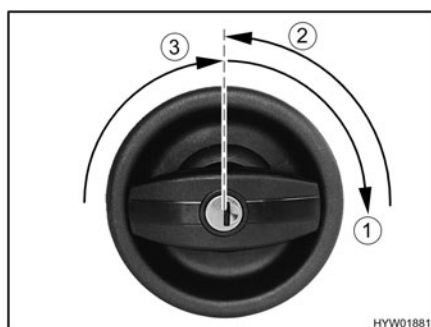

Fig. 20 Serrure de la porte cellule, à l'extérieur, ouvrir
- Insérer la clé dans le barillet et la tourner dans le sens des aiguilles d'une montre (Fig. 20,1) jusqu'à ce que la serrure de la porte soit déverrouillée.
- Ramener (Fig. 20,2) la clé sur la position intermédiaire et la retirer.
- Tourner la poignée de la porte dans le sens des aiguilles d'une montre (Fig. 20,3), jusqu'à ce que la serrure de la porte soit déverrouillée.